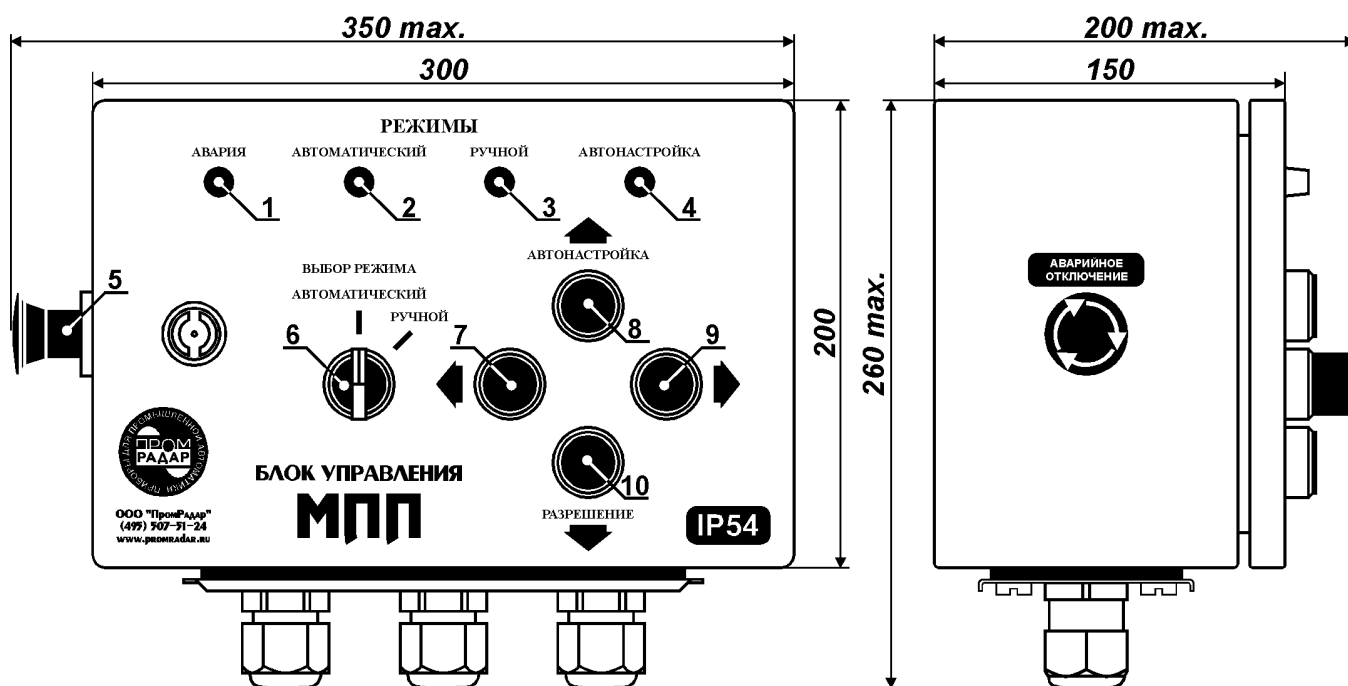

Рис. 2. Блок управления МПП.
Блок представляет собой окрашенный металлический ящик, конструкция которого показана на рис. 2. Управление блоком производится с помощью пяти кнопок [поз. 5, поз. 7 - 10] и одного переключателя [поз. 6], а на индикаторах [поз. 1 - 4] отображается состояние блока и магазина порожних поддонов. Назначение органов управления и индикации блока подробно рассмотрено в разделе 5 настоящего паспорта.
Включение блока происходит при повороте по часовой стрелке и отпускании кнопки «Аварийное отключение» [поз. 5 на рис. 2], а также при запуске пакетоформирующей машины. При подаче электропитания блок МПП разрывает электрическую цепь, подходящую к клеммам 5 и 6, блокируя работу выводного конвейера пакетоформирующей машины. Если платформа находится в неопределённом положении (ни один из датчиков С1 – С5 не сработал), то на лицевой панели загорается индикатор «Авария» [поз. 1 на рис. 2]. В этом случае необходимо перейти в режим ручного управления платформой (см. п. 8.4.) и довести её до датчиков С2 и С5 исходного положения платформы (если в начале выводного конвейера отсутствуют поддоны) или до датчиков С1 и С3 верхнего переднего положения платформы (если в начале выводного конвейера имеются поддоны).
Если платформа находится в переднем верхнем положении, в начале выводного конвейера установлен поддон, а переключатель «Режим работы» [поз. 6 на рис. 2] стоит в положении «Автоматический», то блок переходит в автоматический режим управления (см. п. 8.3.).
В режиме «Автоматическая настройка» блок выполняет юстировочный цикл, в процессе которого измеряются промежутки времени, необходимые на перемещение платформы от одного датчика положения до другого. Если при дальнейшей работе блока время перемещения платформы превысит измеренные значения, то для предупреждения механической поломки магазина порожних поддонов через 0,5 сек. напряжение с электроприводов платформы будет автоматически снято и на блоке загорится индикатор «Авария» [поз. 1 на рис. 2].
3. Горит индикатор «Автоматический режим» [поз. 2 на рис. 2].
Для выполнения автоматической настройки необходимо в этот момент нажать на кнопку «Автонастройка» [поз. 8 на рис. 2] и удерживать её в течение 3-х сек. На время юстировочного цикла загорается индикатор «Автонастройка» [поз. 4 на рис. 2] и по его завершению измеренные интервалы будут записаны в энергонезависимую память блока.
Если платформа находится в исходном положении (около датчиков С2 и С5 [рис. 1], внутри магазина порожних поддонов), а датчик С6 показывает отсутствие поддонов в начале выводного конвейера, то индикатор «Автоматический режим» мигает с периодом 1 сек. Когда на конвейер установлен штабель поддонов, индикатор начинает мигать с периодом 0,5 сек. После того, как оператор нажал кнопку «Разрешение» [поз. 10 на рис. 2] блок переходит в автоматический режим управления платформой.
Ручное управление платформой требуется, если на лицевой панели блока загорается индикатор «Авария» [поз. 1 на рис. 2]. Это происходит в следующих случаях:
Для того, чтобы довести платформу до одного из датчиков положения, необходимо повернуть переключатель «Режим работы» [поз. 6 на рис. 2] в положение «Ручной», а затем, включая соответствующий электропривод кнопками [поз. 7 - 10 на рис. 2], переместить платформу в направлении нужного датчика. По его срабатыванию платформа остановится автоматически.
Экстренная остановка платформы производится нажатием до фиксации кнопки «Аварийное отключение» [поз. 5 на рис. 2]. При этом с блока и электроприводов снимается сетевое напряжение. Промежутки времени, необходимые на перемещение платформы от одного датчика положения до другого и измеренные в процессе юстировочного цикла, остаются в энергонезависимой памяти блока.